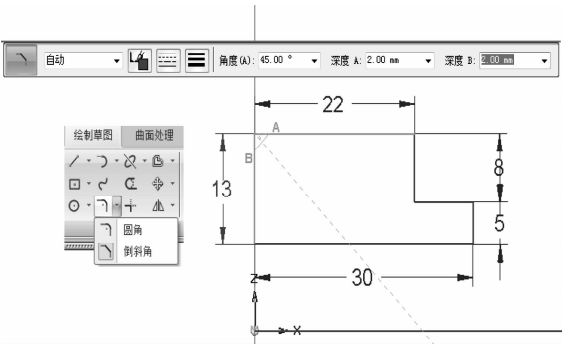

图 7-39 绘制倒斜角
- (3) 绘制倒斜角。单击【绘图】下的【圆角】按钮，选择【倒斜角】选项，在自动弹出的功能菜单栏中，设置角度为【45】度、【深度 A】为【2mm】、【深度 B】为【2mm】，选择需要建立倒角的两条边，如图 7-39 所示。